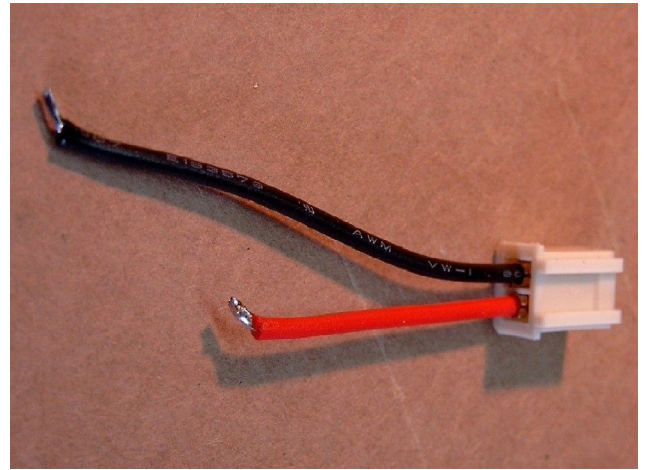

Bild 2: Kabel dicht am Gehäuse anlöten,
- das **schwarze Kabel** von oben an den **roten Pol** dicht am Gehäuse anlöten (→ **Bild 2**), dann die Kabel bereits etwas um das Motorgehäuse nach vorne biegen, dabei das schwarze Kabel in einer leichten "Welle" oben um das Motorlager führen, dann schleift es nicht an der Motorwelle (→ **Bild 2a**).